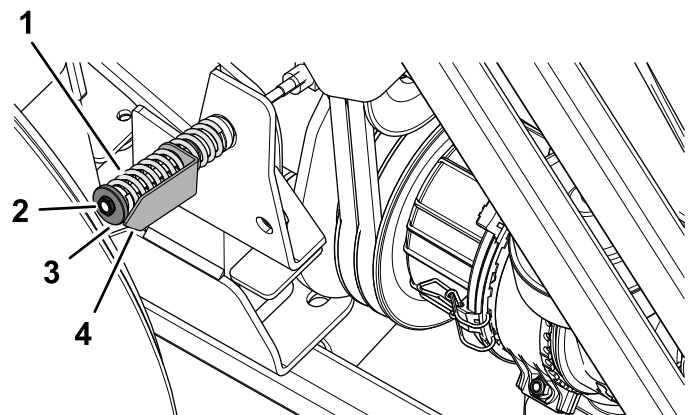

Figura 89
5. Dacă este necesar, rotii piuliă pentru întinzătorul rolei de ghidare până când săgeata indicatoare a tensionării se aliniază cu suprafaa exterioară a aibei (Figura 89).
8. Slăbiți piulița de la întinzătorul rolei de ghidare; consultați Figura 89 din Verificarea tensionării curelei prizei de putere (Pagină 64).